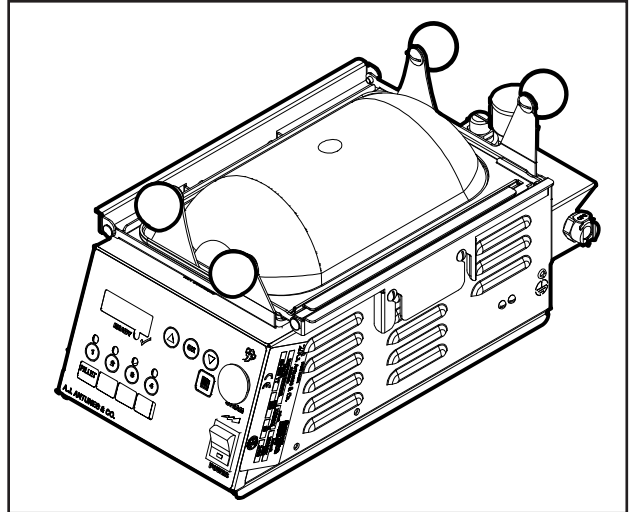

Abb. 1. SS-200TT Oberflächen-Dampfgarer
- Oberflächen-Dampfgarer (Abb. 1)